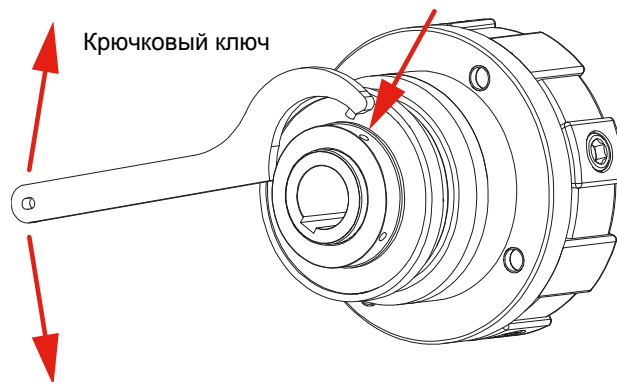

Рис. 7
7.4 Регулировка крутящего момента (Рис. 7)
1. Выкрутите установочный винт (18) из регулировочной гайки (7) подходящим торцовым шестигранным ключом.
2. Установите регулировочную гайку (7) с помощью крючкового ключа (рис. 7) на желаемый размер «а», соответствующий изменению до необходимого предельного крутящего момента M_G .
3. Зафиксируйте регулировочную гайку (7), вкрутив радиально расположенные установочные винты (18) с крутящим моментом согласно таблице (глава 3.4).